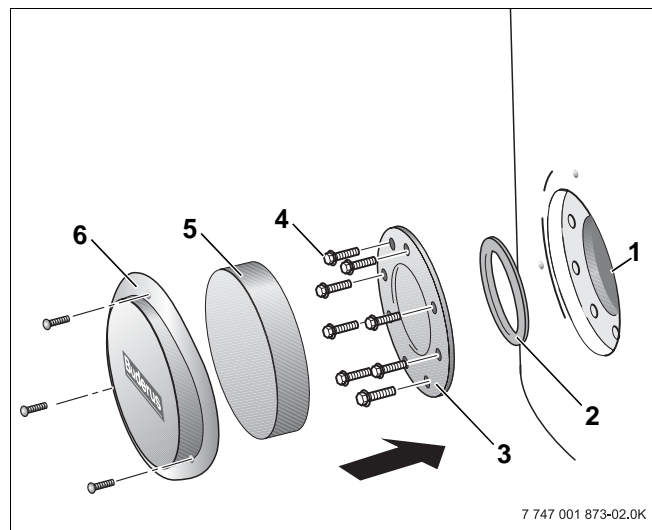

Fig. 13 Montaggio dell'apertura per la pulizia
- In seguito alla pulizia, si consiglia di sostituire la guarnizione del coperchio d'ispezione (fig. 13, **pos. 2**), per evitare problemi di tenuta nell'accumulatore di acqua calda.
- Rimontare il coperchio d'ispezione (fig. 13, **pos. 3**) insieme alla guarnizione (fig. 13, **pos. 2**).
- Avvitare saldamente a mano le viti a testa esagonale (fig. 13, **pos. 4**) nel coperchio d'ispezione.
- Quindi serrare le viti a testa esagonale (fig. 13, **pos. 4**) con una chiave dinamometrica ad una coppia di 25-30 Nm.
- Collocare l'elemento termoisolante (fig. 13, **pos. 5**) e montare la copertura del coperchio d'ispezione (fig. 13, **pos. 6**).